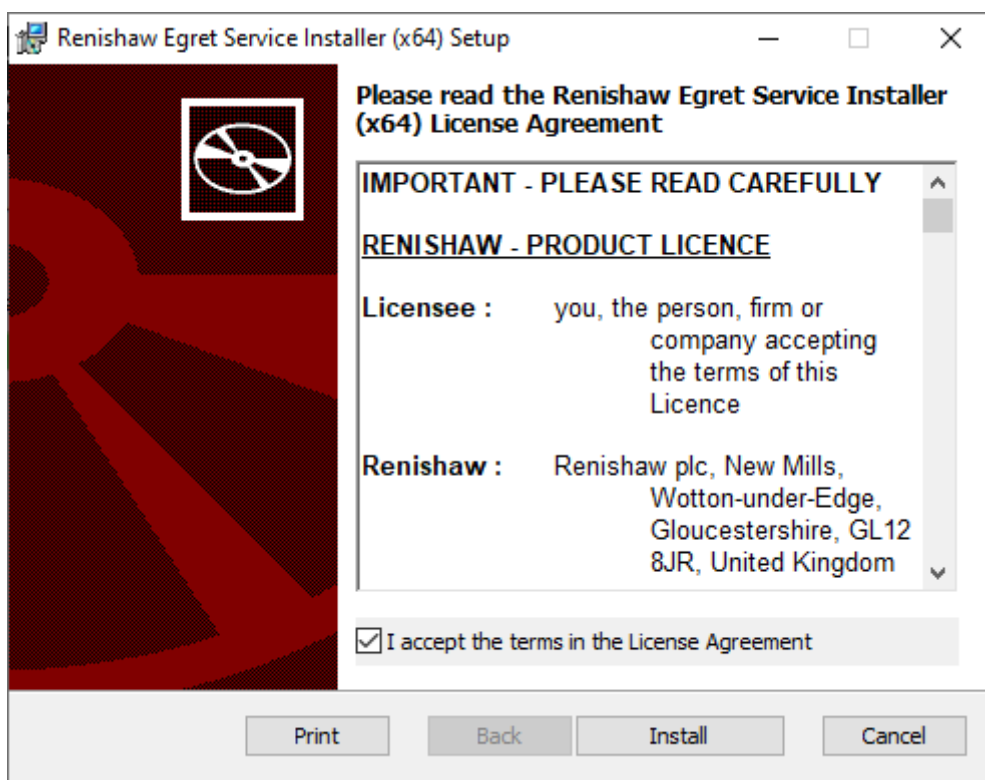

Imagen 18 Programa de instalación del servicio Renishaw Egret
6. Se abre el programa de instalación Renishaw Egret Service. Seleccione “Acepto” y, a continuación, “Instalar” (consulte la Imagen 18).